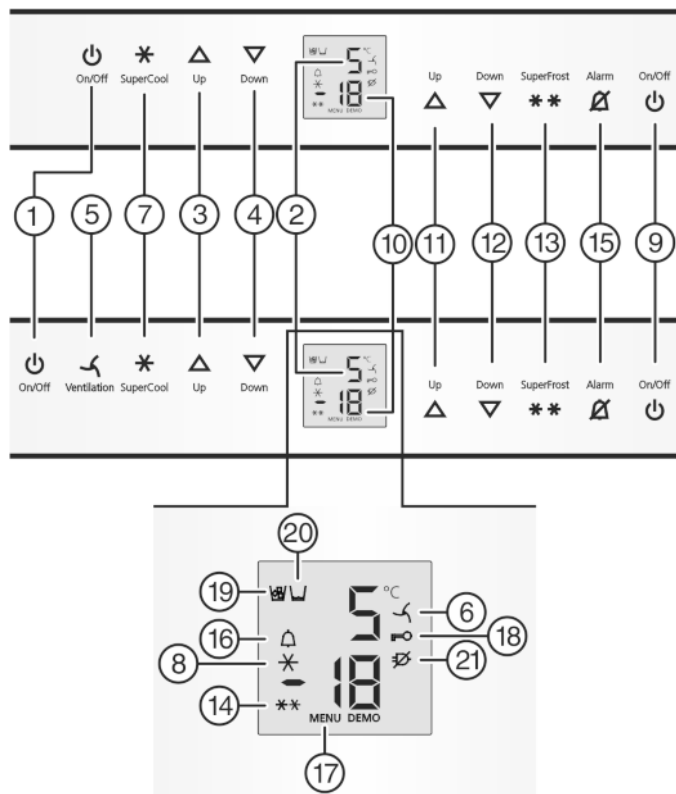

Fig. 2
- ▶ Натисніть клавішу On/Off морозильника Fig. 2 (9).
- ▶ Натисніть клавішу On/Off охолоджувального відділення Fig. 2 (1).
- ▷ Охолоджувальне відділення увімкнено: Індикатор температури охолоджувального відділення Fig. 2 (2) світиться. При відкриванні дверцят холодильного відділення вмикається внутрішнє освітлення.
- ▶ Вмикання режиму настройки: натисніть клавішу SuperFrost Fig. 2 (13) і утримуйте близько 5 секунд.
- ▷ Світиться символ "Меню" Fig. 2 (17).
- ▶ Для вимкнення функції захисту натисніть і швидко відпустіть клавішу SuperFrost Fig. 2 (13).
- ▶ Для увімкнення функції захисту натисніть і швидко відпустіть клавішу SuperFrost Fig. 2 (13).
- ▷ Світиться символ "Функція захисту" Fig. 2 (18). На індикаторі блимає **с**.
- ▷ Гасне символ функції захисту Fig. 2 (18). На індикаторі блимає **с**.
- ▶ Вихід з режиму настройки: Натисніть клавішу On/Off морозильника Fig. 2 (9).
- ▶ натисніть сигнальну клавішу Alarm Fig. 2 (15).
Одночасно блимає індикатор температури та символ звукового сигналу Fig. 2 (16).
Звукове попередження вимикається автоматично, символ звукового попередження Fig. 2 (16) вимикається, індикатор температури перестає блимати, коли температура достатньо низька.